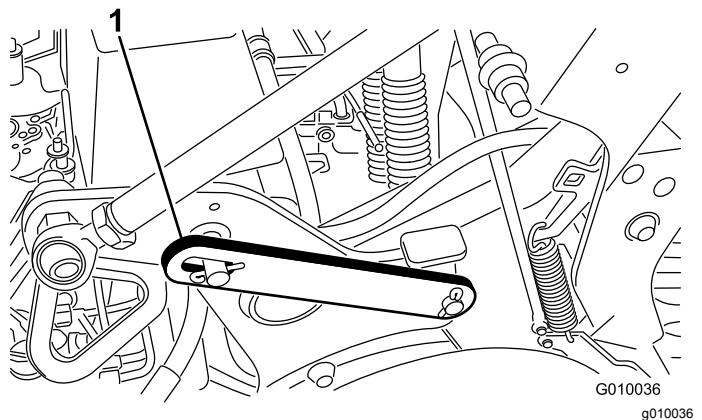

Figura 21
3. Retire el anillo de retención que sujetta el cerrojo de mantenimiento en la posición de almacenamiento (Figura 21).